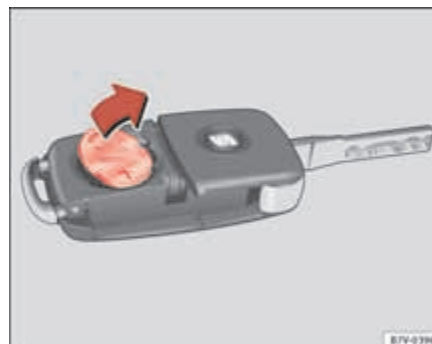

Fig. 45 Llave del vehículo: retirar la pila.
- Extraiga la pila del compartimento con un objeto fino adecuado ⇒ fig. 45.
- Coloque la nueva pila en el compartimento, presionándola tal como se muestra ⇒ fig. 45, en sentido contrario a la flecha ⇒ ①.